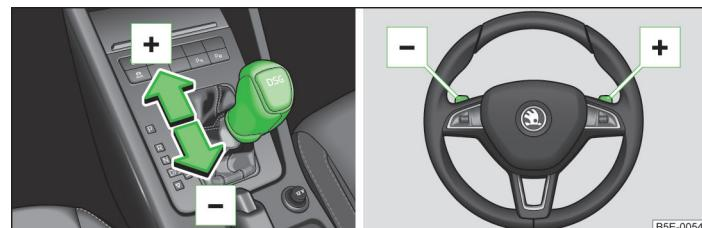

Fig. 122 Palanca selectora / volante multifunción
- Presione ligeramente la palanca selectora hacia adelante  » fig. 122.
- Tire brevemente de la tecla basculante derecha  » fig. 122 hacia el volante.
- Presione ligeramente la palanca selectora hacia atrás  » fig. 122.
- Tire brevemente de la tecla basculante izquierda  » fig. 122 hacia el volante.
- Tire brevemente de una de las teclas basculantes / hacia el volante » fig. 122.